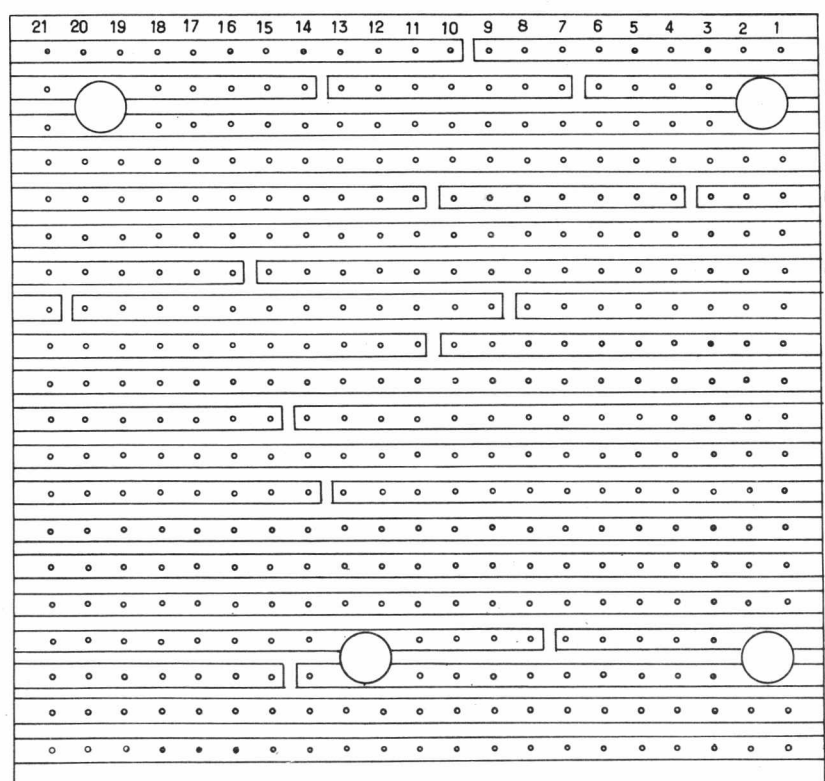
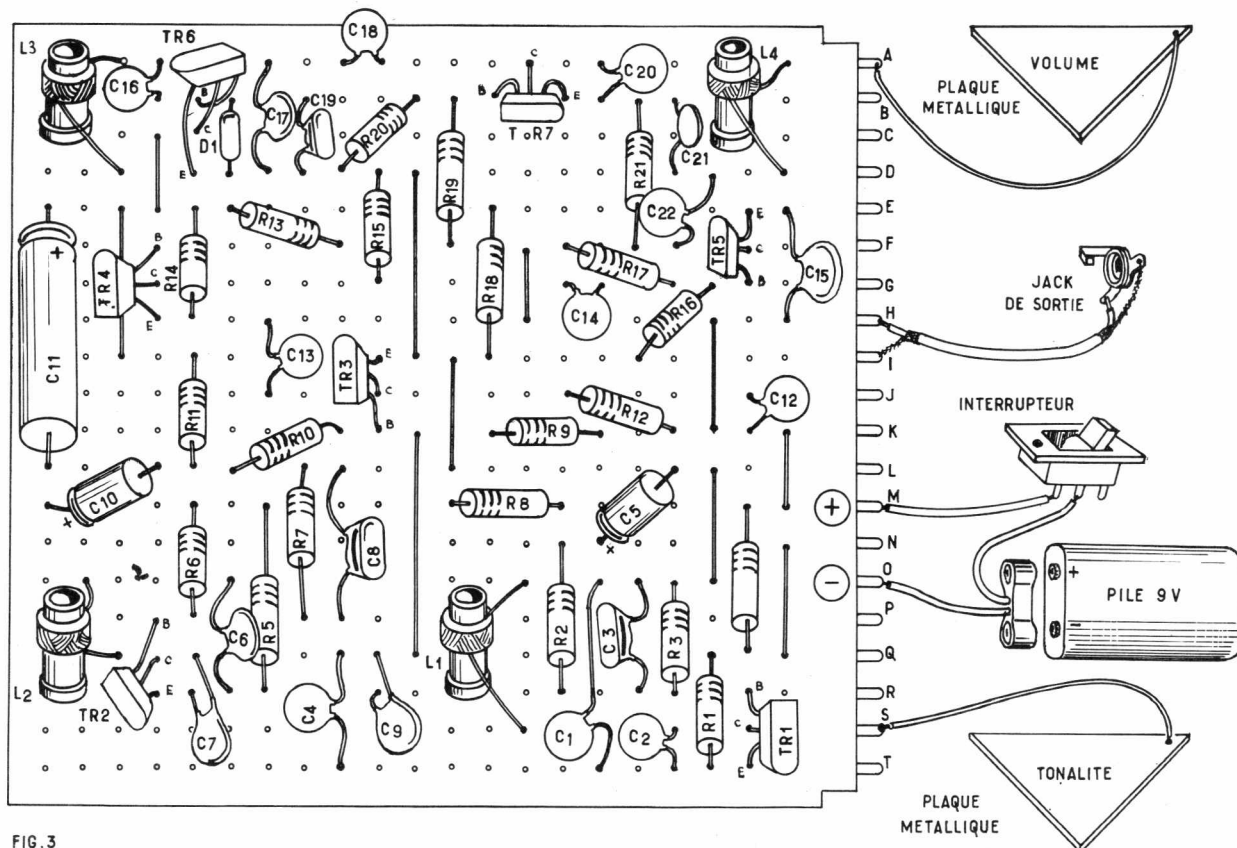

FIG.2
FIG. 3
Exceptés les deux antennes de contrôle et l'interrupteur I, la pile d'alimentation et le jack de sortie, tous les autres éléments sont montés sur une plaquette « uniprint » ou « veroboard » dont la disposition est représentée à la figure 3. La figure 2 montre la plaque du côté cuivre et les coupures à effectuer sur les différentes bandes. On y distingue également les quatre ouvertures pratiquées pour recevoir les supports des bobinages.
Voici maintenant, à la figure 2 le circuit de mesure permettant de voir également, le montage des éléments extérieurs destinés à constituer avec le circuit intégré un radiorecepteur AM-FM moins les blocs AM et FM d'entrée et l'amplificateur BF, autrement dit les amplificateurs MF AM/FM et les deux détecteurs.
La figure 1 (a) donnant le schéma intérieur du TAA 991 peut être analysée en même temps que le montage de mesures de la figure 2. Les blocs VHF (FM) et PO-GO-OC (AM) sont représentés comme un générateur de signaux  $U_e$  d'entrée aux fréquences moyennes 460 kHz ou 10,7 MHz. Ces signaux passent par les bobinages convenablement établis au point de vue de la largeur de bande et de l'accord.
Sur la figure 2 on voit que les bobinages MF, FM et AM, sont montés avec primaires en série selon les procédés habituels adoptés dans les récepteurs AM-FM.